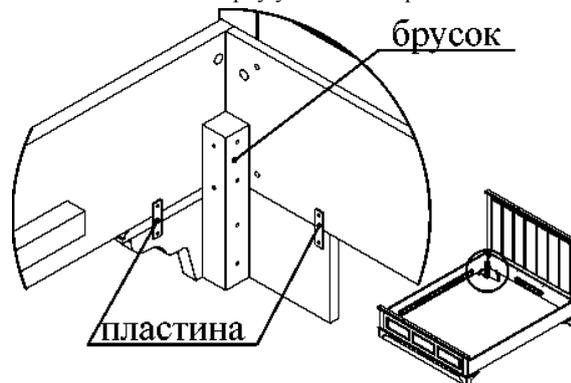

Рис. 8 - Соединение пластиной ФБ-464-00-00.
2.3 Установите собранные царги на щит цоколя спинки ножной (3) и опоры (7,8). Соедините царги продольные (5,6) и спинку ножную (2) с закрепленным цоколем (3) стяжкой ФРМЗ 212.00 закрутив винт (Рис.5). На другой стороне совместите отверстия в пластинах опор с насверленными в царгах отверстиями (Рис.8) и закрутите шурупы-саморезы 4x16мм.
4. В отверстия в бруске (Рис.8) закрутите шурупы-саморезы 4x45мм.